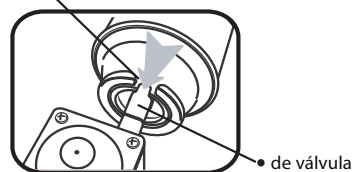

fig. 2 Guía
1. Compruebe que el mando de control (8) está configurada en posición "● APAGADO" girándolo en el sentido de las agujas del reloj y la palanca del cartucho (6) está situada en "ABIERTO".
2. Abra la tapa del cartucho (2) e inserte el cartucho, con la cabeza hacia la parte delantera, para que la muesca apunte hacia arriba y se alinee en la guía de la válvula (fig.2).